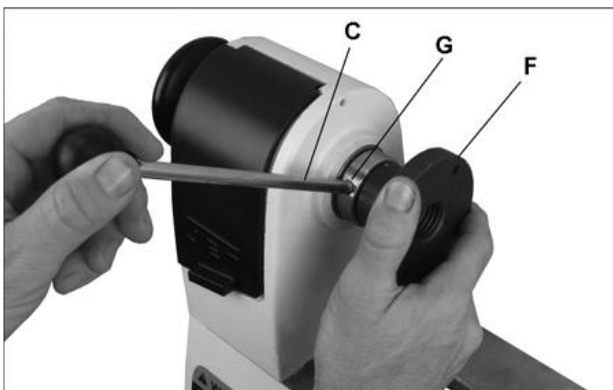

Fig 21
**Le plateau circulaire** (F, Fig 21) sert au tournage des bols et des assiettes.